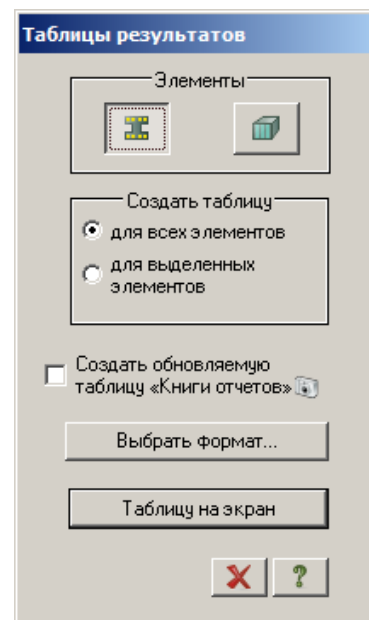

Рис.23.39. Диалоговое окно **Таблицы результатов**
- Вызовите диалоговое окно **Таблицы результатов** (рис.23.39), выбрав команду  – **Таблицы результатов для ЖБ** в раскрывающемся списке **Документация** (панель **Таблицы** на вкладке **Конструирование**).